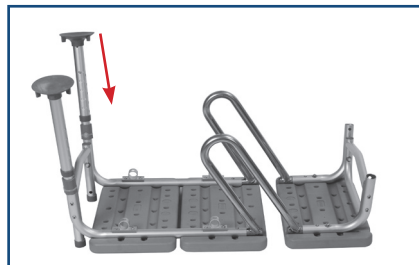

figure 3
5. Enfoncez le bouton à ressort et insérez la patte munie d'une grande ventouse (marquée d'un «A») dans le réceptacle correspondant, aussi marqué d'un «A». Répétez cette opération avec la seconde patte. (Figure 3)